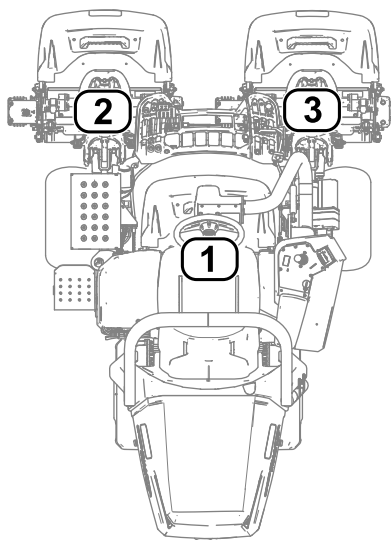

図 33
- 1 は中央カッティングユニット 図 33
- 2 は左前カッティングユニット 図 33
- 3 は右前カッティングユニット 図 33